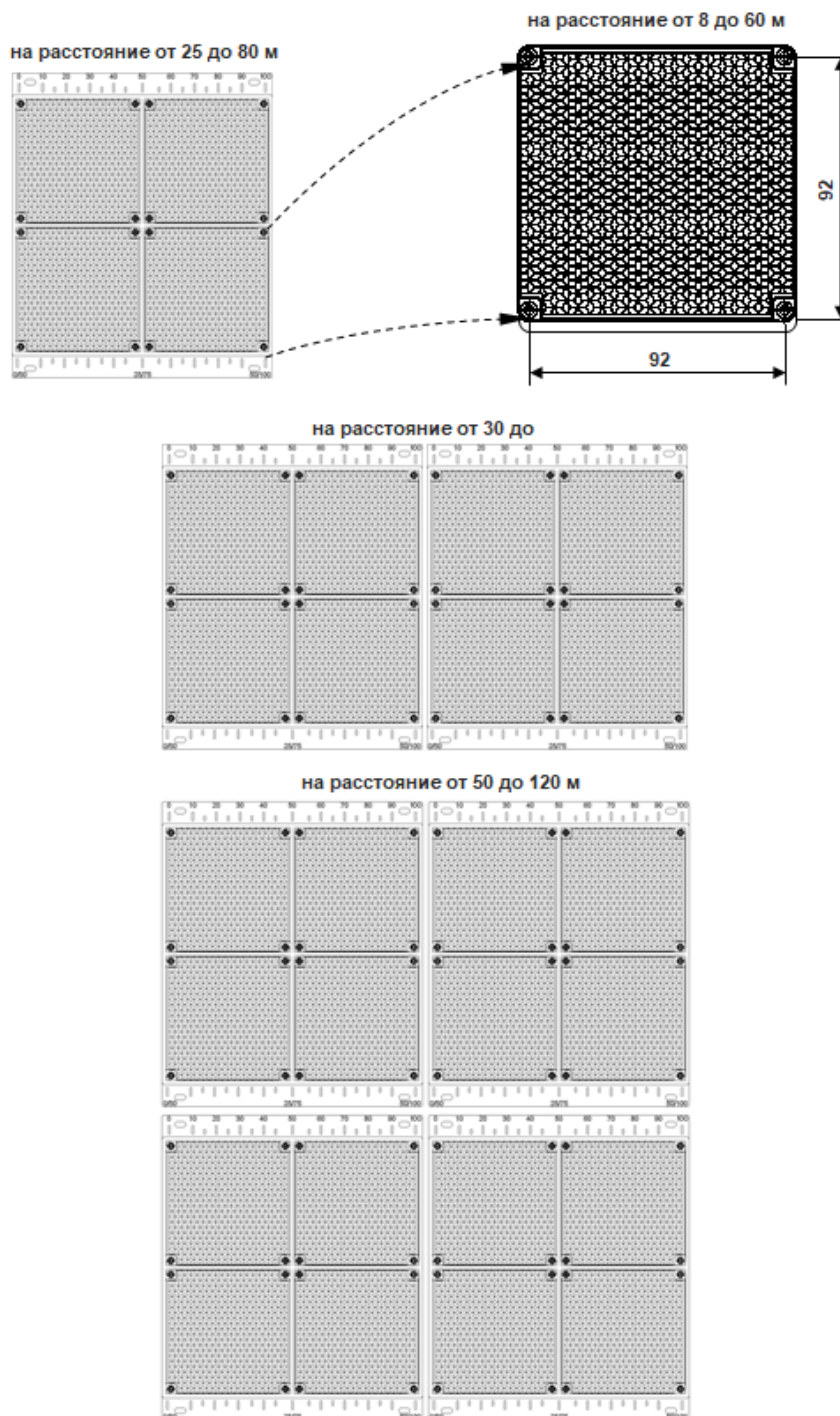

Рисунок 7
3.5.3 Если имеется возможность, то разместите приёмо-передатчик и рефлектор-отражатель напротив друг друга на расстоянии не менее 8 м. Для варианта поставки до 80 м, 100 м и до 120 м необходимо перекрыть 3/4 поверхности стандартного рефлектора или использовать один из четырёх отражающих элементов рефлектора, демонтировав его в соответствии п. 3.6.2 и рис. 7.